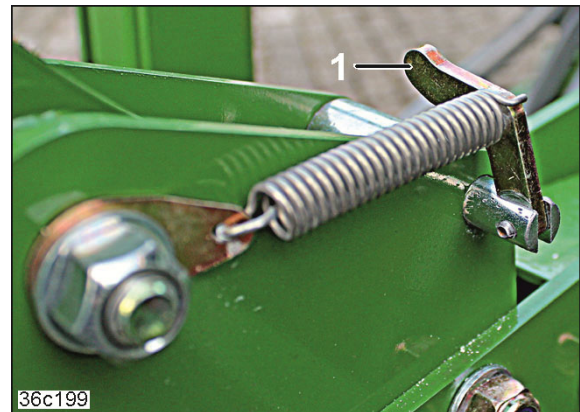

Bild 197
2. Sväng båda handtagen (Bild 197/1) uppåt.